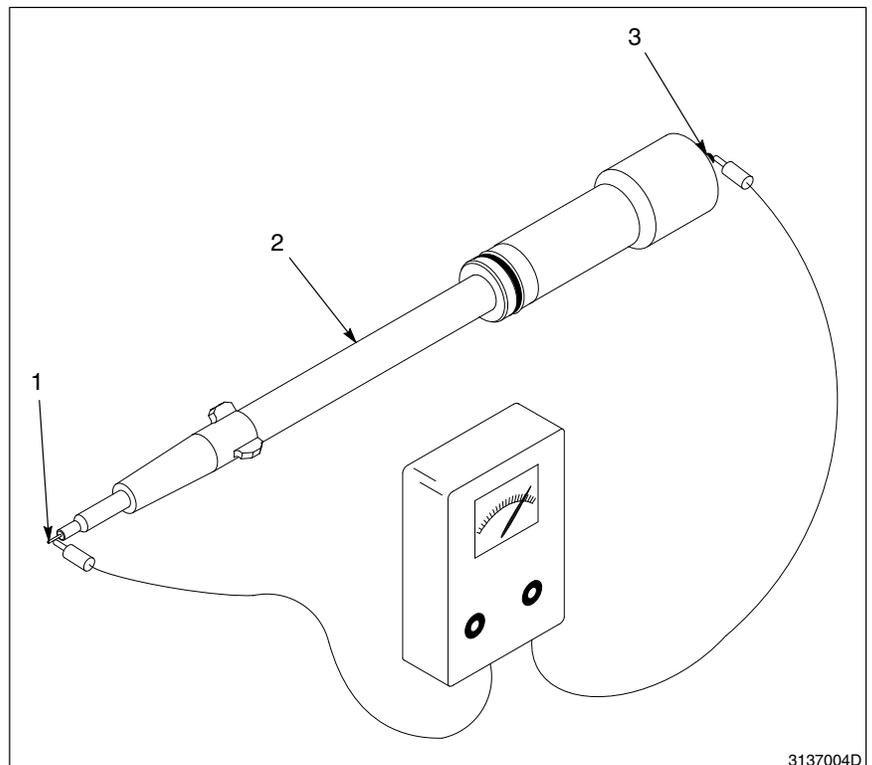

Fig. 6-2 Vérification de la résistance de l'ensemble de l'électrode
1. Dévisser l'ensemble de l'électrode (4) et le séparer du multiplicateur (3).
2. Se reporter à la figure 6-2.